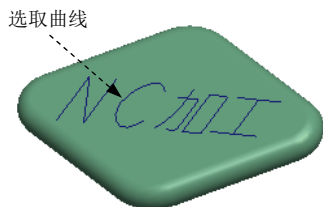

图 3.7.7 选取曲线特征
Step3. 在“雕刻”操控板中单击 **曲线** 文本框, 然后在图形区选取图 3.7.7 所示的曲线。